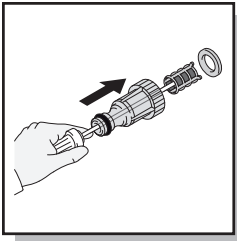

Fig. 18
- La pantalla en el interior del adaptador claro debe limpiarse periódicamente. Insertar un bolígrafo o lápiz en el pequeño orificio situado en el extremo del adaptador. El filtro de la pantalla se deslizará hacia afuera (Fig. 18). Enjuáguelo con agua limpia y, a continuación, vuelva a colocarlo en el adaptador.